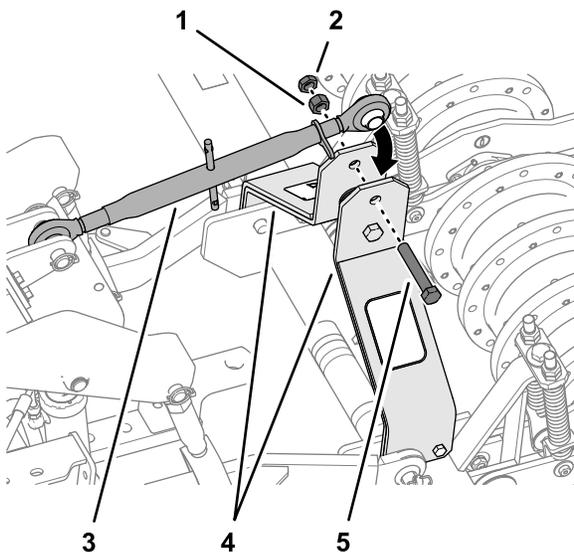

Figura 18
6. Monte a outra extremidade da ligação de 3 pontos superior nos braços de elevação do arejador (Figura 18) com o parafuso (3/4 pol. x 4 pol.), a porca (3/4 pol.) e a porca de retenção (3/4 pol.).